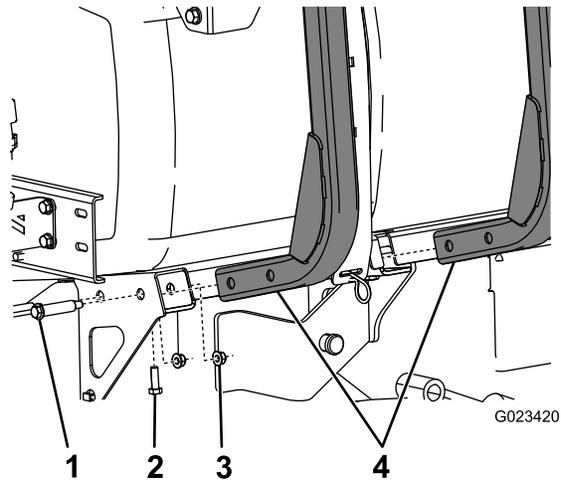

Bild 2
1. Befestigen Sie die zwei Schlauchtrommelrahmen mit vier Ansatzschrauben und vier Bundmuttern (5/16") seitlich an der Maschine, wie in Bild 2 abgebildet.